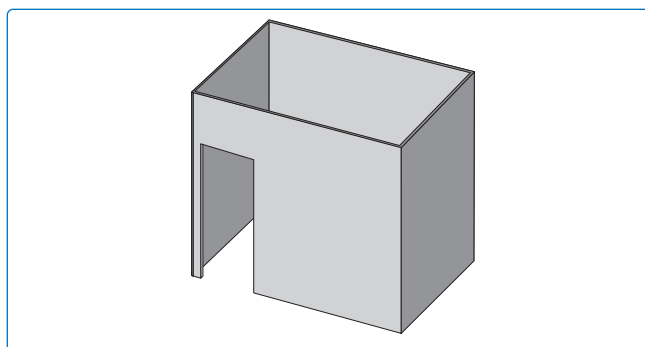

Fig. 1
- Recinto con tres paredes y sin cubierta superior (**Fig. 1**).